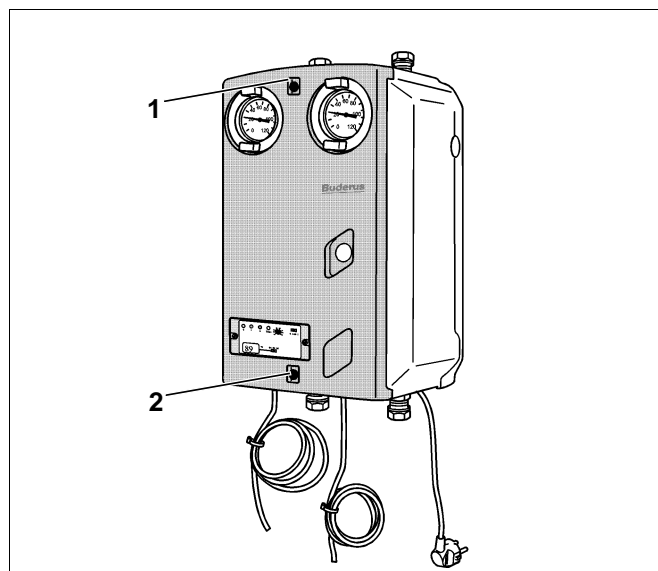

Fig. 6 Smontaggio dell'isolazione termica anteriore
- 1 Togliere la calotta del set idraulico completo (con l'isolazione termica anteriore). Per questo si devono svitare entrambe le viti di plastica (fig. 6, **pos. 1 e 2**).